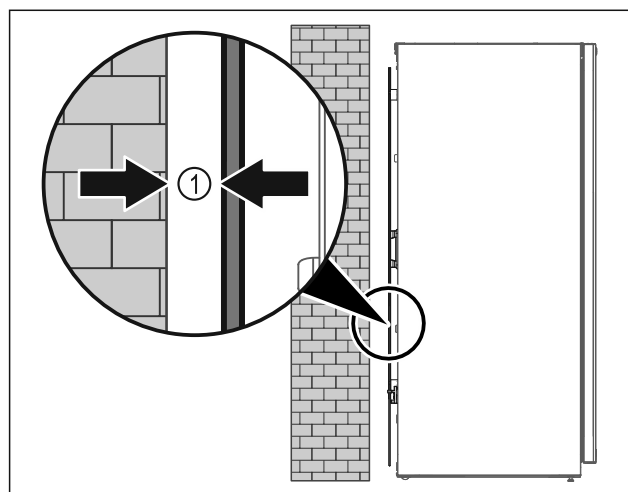

Fig. 51
- ▶ Установите устройство или свободно в помещении или прямо к стене на расстоянии 5 мм Fig. 51 (1).